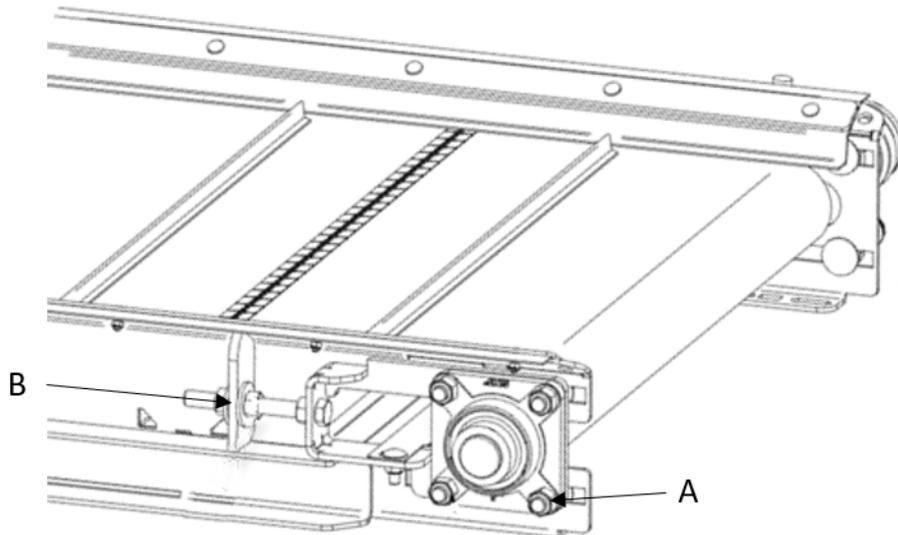

Figure 60 — Réglage de la tension du tapis du convoyeur horizontal ou incliné
1. Desserrez les écrous du roulement à billes (Figure 60, repère 2).
2. Réglez la tension en serrant ou desserrant les écrous d'ajustement (Figure 60, repère 1).
3. Resserrez les écrous du roulement à billes (Figure 60, repère 2).